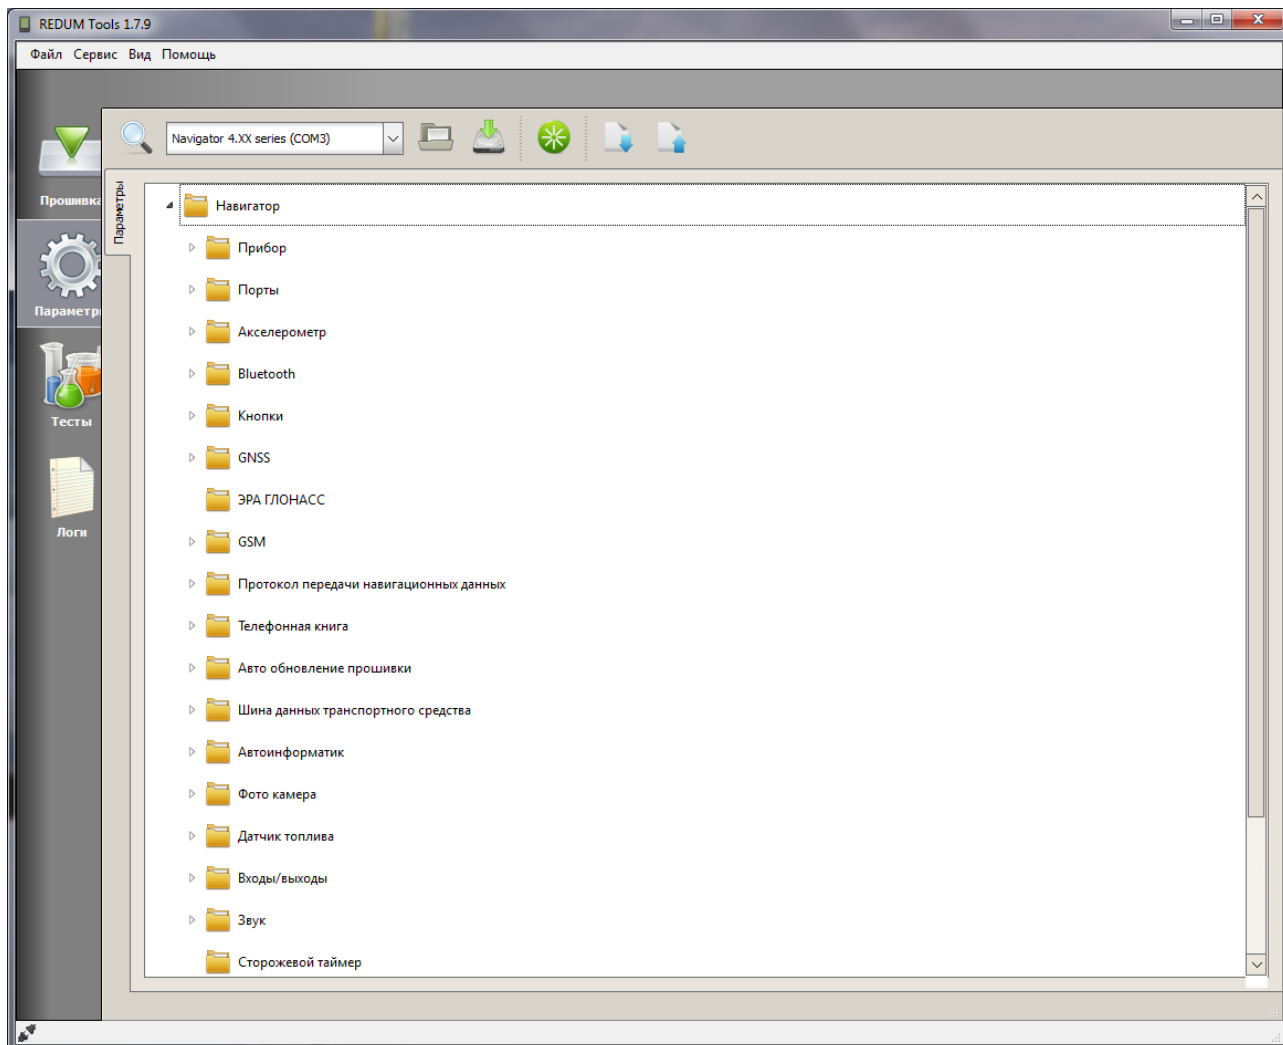

Рисунок 3 – Внешний вид вкладки «Параметры»
- загрузить дерево параметров изделия, нажав кнопку «». Дерево параметров отобразится в центральной части закладки «Параметры», рисунок 3.